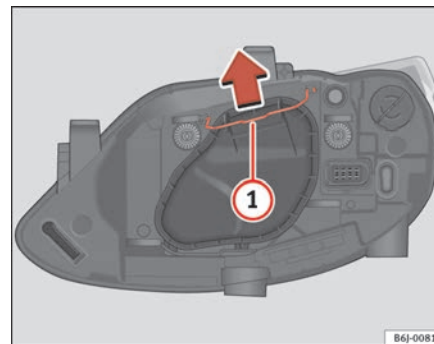

Abb. 151 Abblend- /
- Die Strebe ⇒ Seite 235, Abb. 151 ① in Pfeilrichtung verschieben und den Deckel abnehmen.